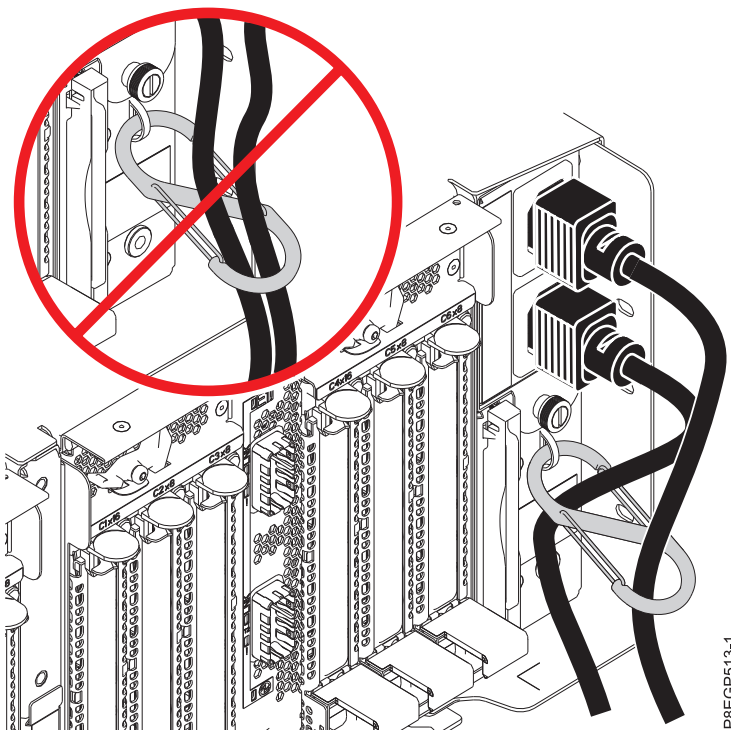

Abbildung 16. Netzkabel durch die S-Karabiner verlegen und an die Stromversorgung anschließen
- b. Verlegen Sie die Netzkabel so durch den S-Karabiner, dass die Kabel das bzw. die PCIe-3-Fanoutmodule mit 6 Steckplätzen nicht behindern. Siehe Abb. 16.
- c. Schließen Sie die anderen Enden der Netzkabel an die Stromversorgung am zu installierenden Einschub für EMX0-PCIe3-Erweiterungen an. Siehe Abb. 16.